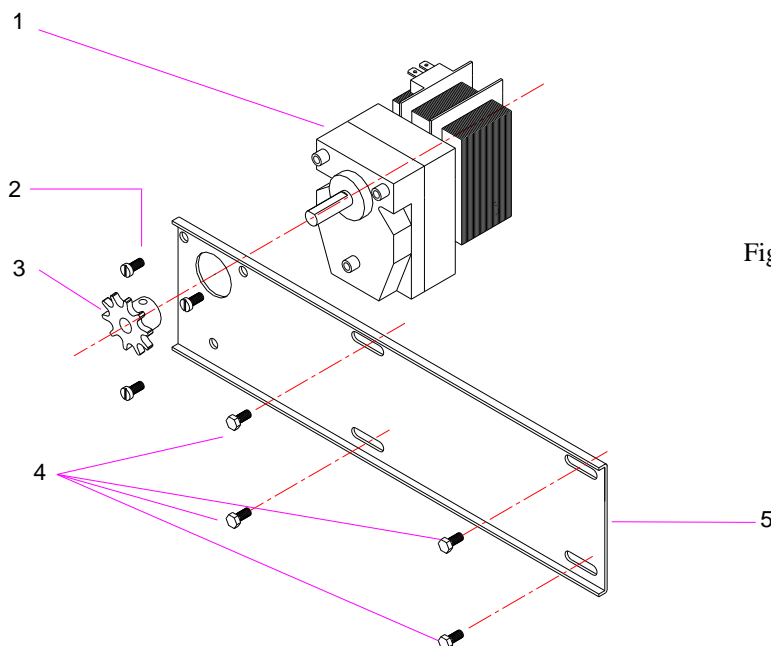

Fig. 10
- Dévisser les vis (4) Fig 10, pour retirer la chaîne qui unit le pignon (3) à l'axe de la première broche.
- Avec la chaîne retirée ôter les vis (4) pour retirer le support de moteur (5) près du moteur réducteur.
- Dévisser la vis qui fixe le pignon (3) à l'axe du moteur réducteur pour l'enlever de l'axe, dévisser les vis (2) pour démonter le moteur réducteur du support.